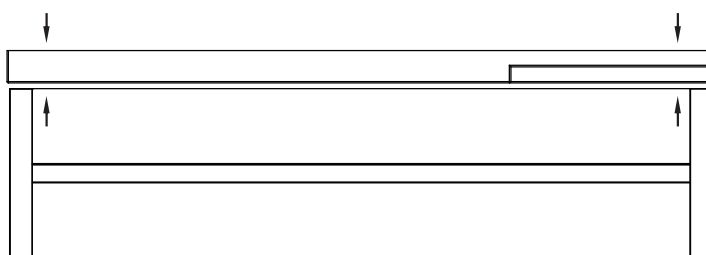
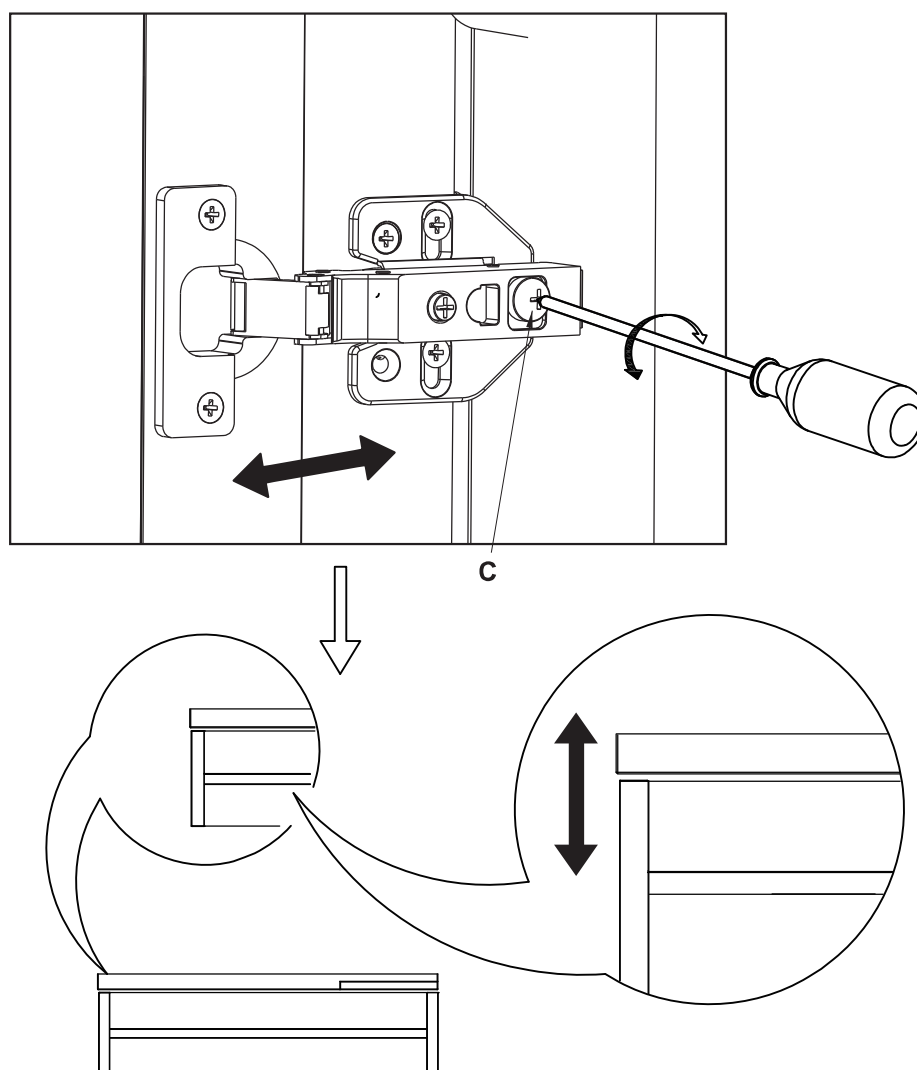

Fig. 8
Fig. 9
3.2 Si la puerta del armario no está plana (Fig. 8), ajuste la distancia entre la puerta y el armario ajustando el tornillo (C) para que ambas puertas queden planas (Fig. 9).